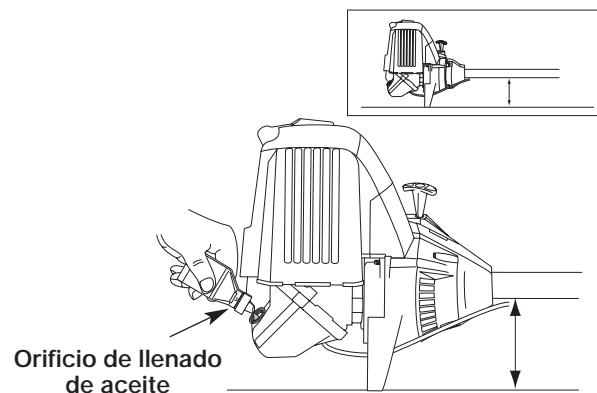

Figure 9
4. Vierta todo el contenido de la botella de aceite en el cigüeñal (Fig. 9).